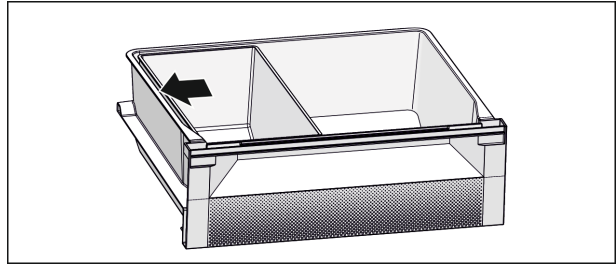

Fig. 6
- ▶ Positionner le bac Fish & Seafood. La position illustrée *Fig. 6 (I)* vous montre une fonction de réfrigération optimale.